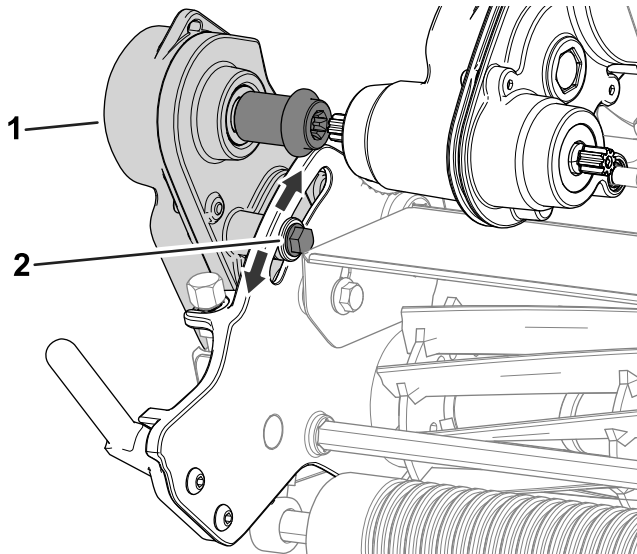

Bild 48
1. Lösen Sie die Schraube wie in Bild 48 dargestellt.